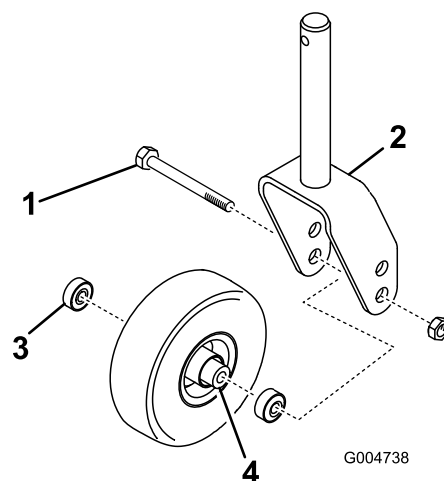

Figura 28
2. Retire o rolamento do cubo da roda e deixe cair o espaçador do rolamento para fora (Figura 28). Retire o rolamento do lado oposto ao do cubo da roda.